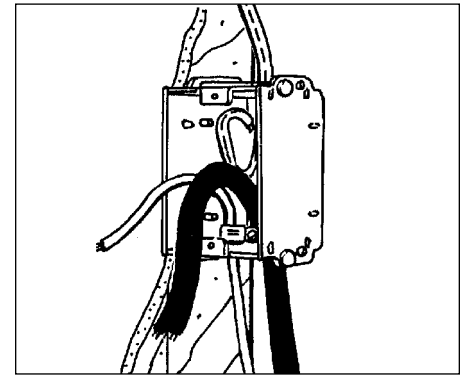

Figure 4
3. Couper la longueur excédentaire des fils d'alimentation, des conducteurs froids et du fil du capteur de température, au besoin, en laissant des longueurs d'environ 15 cm (6 pouces) à l'extérieur du boîtier (voir la figure 4). La plupart des câbles chauffants sont fournis avec les étiquettes d'identification fixées à l'extrémité des liaisons froides. S'assurer que ces étiquettes